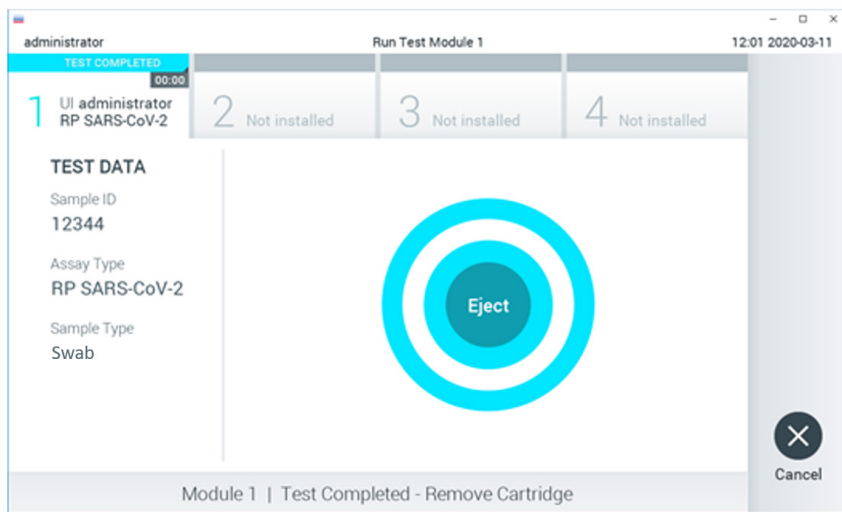

Figura 16. Exibição da tela Eject (Ejetar).
14. Após a conclusão da execução do teste, a tela Eject (Ejetar) aparecerá (Figura 16) e a barra de status dos módulos exibirá o resultado de teste de uma das seguintes formas: